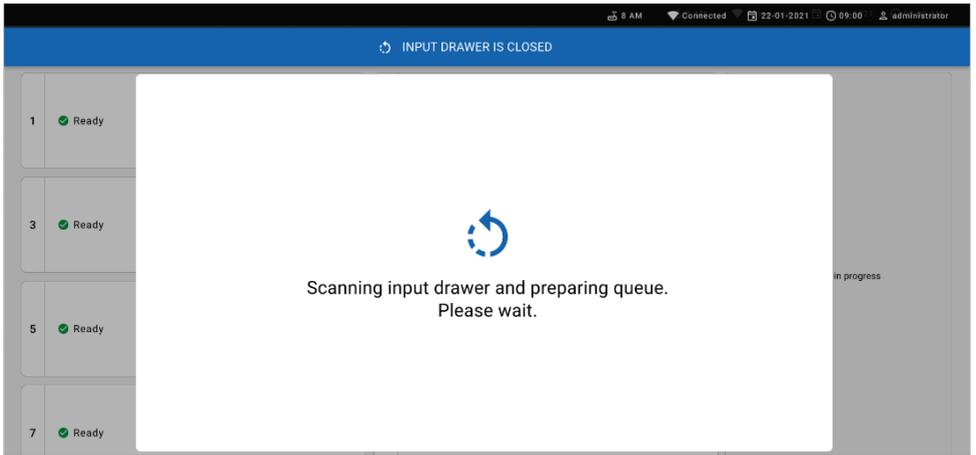

Figura 61. Pantalla Preparing queue (Preparación de cola).
13. Cierre el cajón de entrada cuando se hayan escaneado e insertado todos los cartuchos. El sistema escaneará los cartuchos y preparará una cola (figura 61).